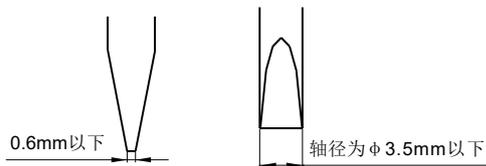

图2
- 接线时，请使用如图2所示的螺丝刀：
一字型螺丝刀：见图2